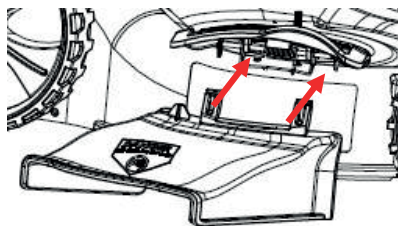

Figura 1
6. Función lateral de la descarga: instale por favor el lado cubierta de descarga (Figura 1).